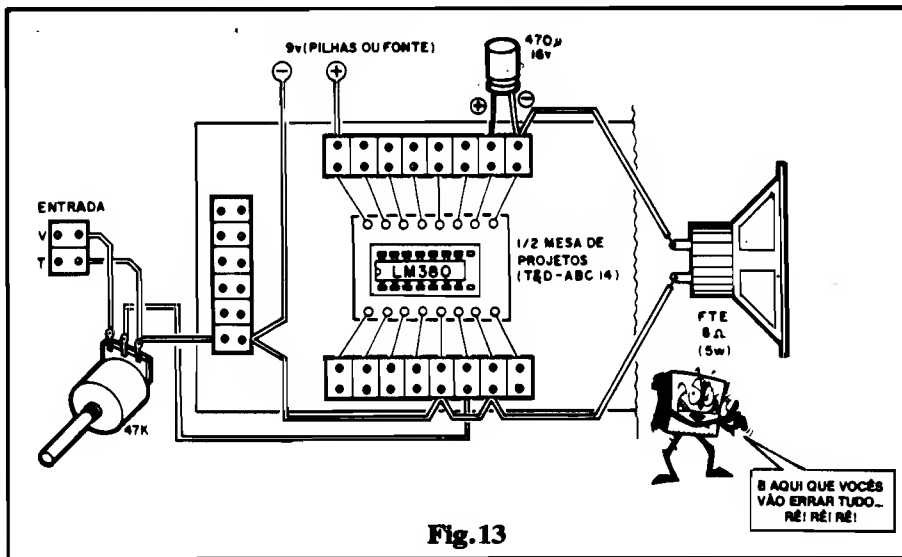

Fig. 13
- FIG. 13 - O "CHAPEADO" DA MONTAGEM EXPERIMENTAL, NA "MESA DE PROJETOS" (T & D do ABC nº 14) - Usando a Mesa de Projetos, que substitui com nítidas vantagens "financeiras" a um caro "Proto Board", Leitor/"Aluno" pode implementar o AMPLIFICADOR DE ÁUDIO com grande rapidez e facilidade! Notem que apenas a metade da MESA DE PROJETOS é utilizada (a versão original da mesa permite a implementação de montagens com até dois Integrados de até 16 pins cada...). Observem bem o posicionamento do Integrado LM380 no soquete res-